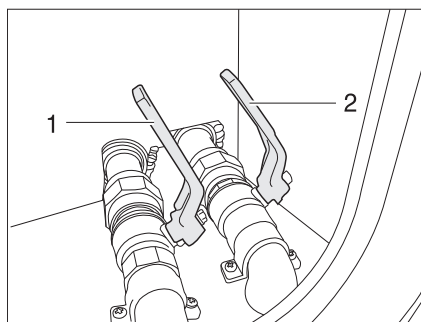

Fig. 216 Robinet de vidange dans le double plancher
Le robinet de vidange (Fig. 216,1) est monté dans le double plancher. Le robinet de vidange est désigné par l'inscription "Wasser" (eau).
- Ouvrir le robinet de vidange (Fig. 216,1). L'eau s'écoule.